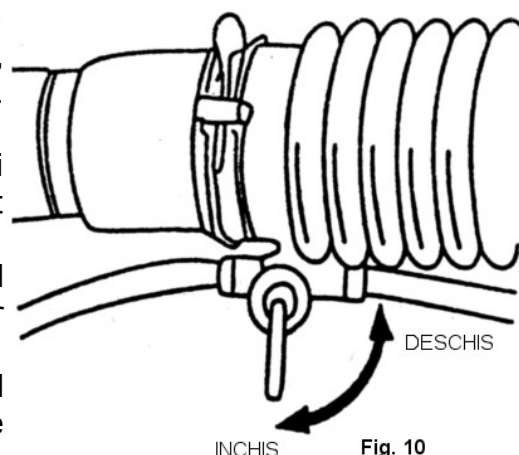

Fig. 10
- (1) Pentru pulverizare, mai intai inchideti intrerupatorul, dupa care adaugati pesticidele in rezervor ca in Fig. 10.
- (2) Avand in vedere ca pesticidul pulbere se poate intari foarte repede, acesta nu ar trebui sa stea foarte mult timp in rezervorul de substante chimice.
- (3) In timpul functionarii, inchideti bine capacul rezervorului pentru a evita scurgerea substantelor chimice.